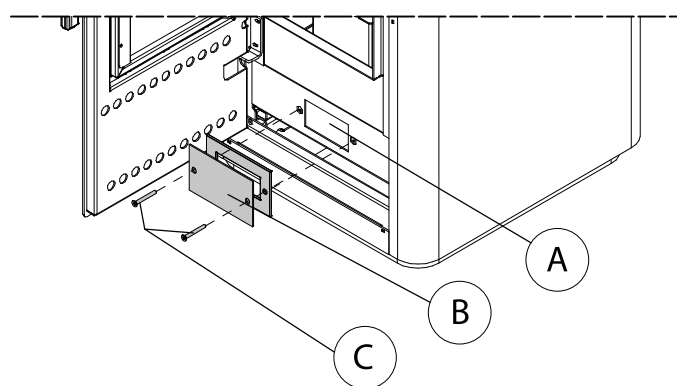

Fig. 6.1.2
- pour accéder facilement au ventilateur (A), il suffit de retirer le capuchon (B) avec le joint correspondant, en agissant sur les deux vis(C) (Fig. 6.1.2).